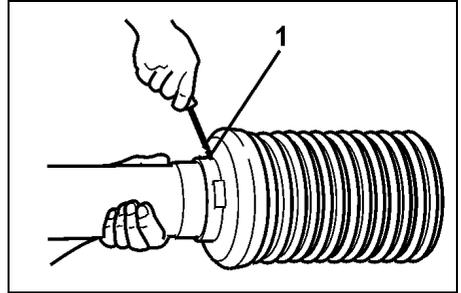

Fig. 12
- Arretierungsschraube (Fig. 12/1) herausschrauben.